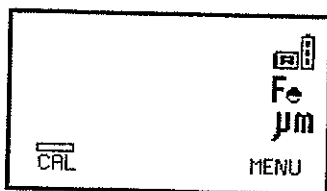

図 5.読取り値表示スクリーン
読み取り値が表示されたスクリーンは読み取りスクリーンと呼ばれます (図 5)。オプションを選択した場合この読み取りスクリーンは統計値を含めることもできます。
2. SEL のソフトキーを押して選択した言語を活性化させると、図 4 のウェルカムスクリーンとなり、次いで読み取りスクリーンが表示されます (図 5)。これで使用言語は変更されるまで同じ言語で表示されます。